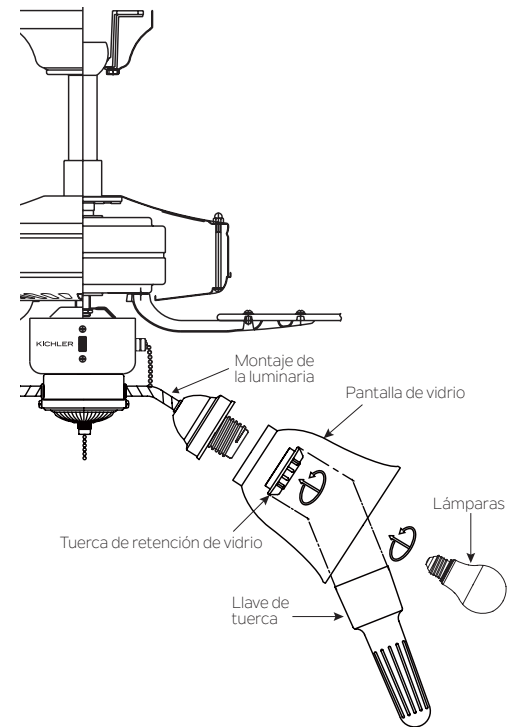

Fig. 3
1. Retire la tuerca de retención de la pantalla de vidrio de cada zócalo. Inserte una pantalla de vidrio (no incluida) en el soporte de vidrio, luego reemplace y apriete la tuerca de retención hasta que esté firmemente apretada. Repita este procedimiento para los tonos de vidrio restantes. (Fig. 3)
2. Instale 4 lámparas LED de 9 vatios (incluidas). (Fig. 3)